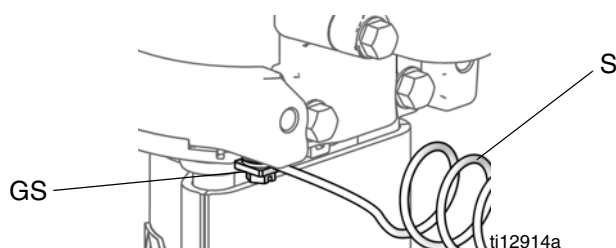

ABB. 4. Erdungsschraube und -draht
Siehe ABB. 4. Sicherstellen, dass die Erdungsschraube (GS) montiert und sicher am Luftmotor befestigt ist. Das andere Ende der Erdungsleitung (S) mit einer fachgerecht ausgeführten Erde verbinden.